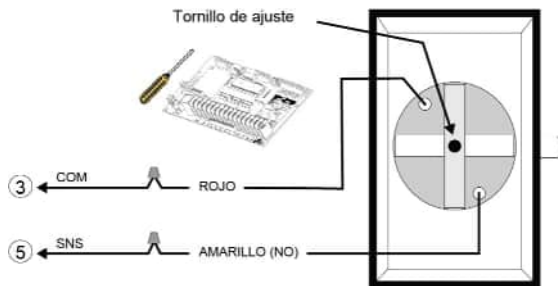
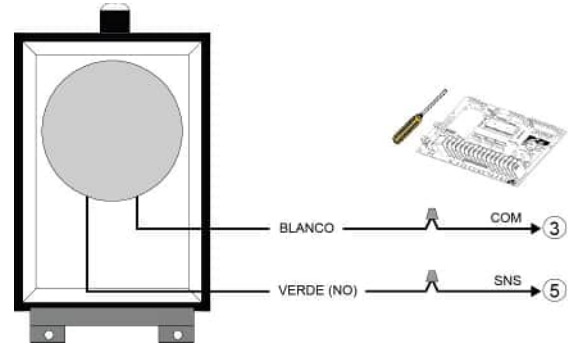

Figura 21 - AIRSWITCH 001 / 007
Figura 22 - AIRSWITCH 009 / 018
3. Utilizar un cable en espiral o carrete de recogida para conectar el interruptor de aire a los terminales del operador. Instalar los cables eléctricos de acuerdo con la Figura 21 o la Figura 22.